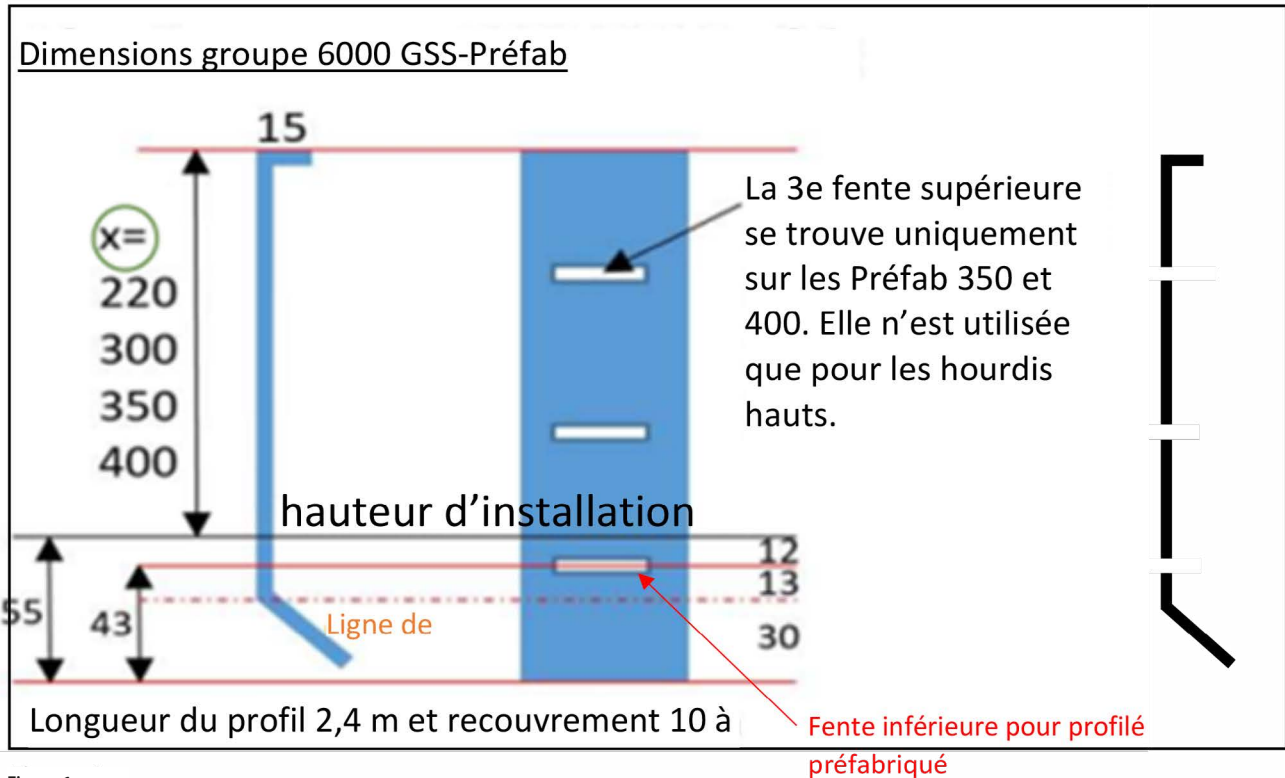

Figure 1
- 1 Pliez la plaque de 90° et insérez-la avec la partie du poteau dans la fente inférieure à l'extérieur du profilé préfabriqué (figures 1+2).
- 2 Repliez ensuite complètement la plaque (figures 1+3).